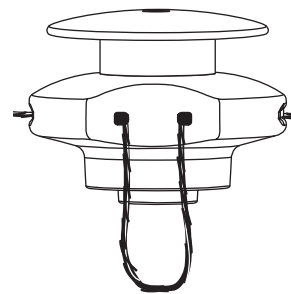

Fig. 6
1. Si la manija posicionadora esta en la posición de ABAJO, agarre la aldabilla posicionadora amarilla de la manija (Fig. 6) y presionela hasta que el mecanismo interno se libere.